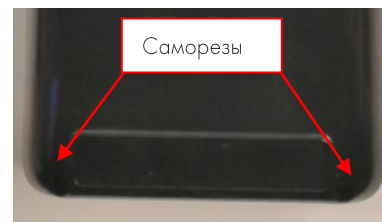

Рисунок 11. Саморезы, фиксирующие корпус СТ.
25. Установить корпус нижний на корпус верхний, предварительно сложить все кабели, жгуты внутрь корпуса, убедиться, что ничто не мешает плотному закрытию корпуса. Закрепить сборку шестью саморезами (**Рисунок 11**).